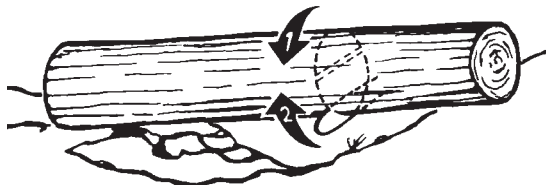

Fig. 15
3. Tronco apoyado en ambos extremos: Primero, Leñe por arriba 1/3 del diámetro del tronco para evitar astillamiento. Segundo, leñe por abajo para encontrar el primer corte y evitar el pellizco (Fig. 15).